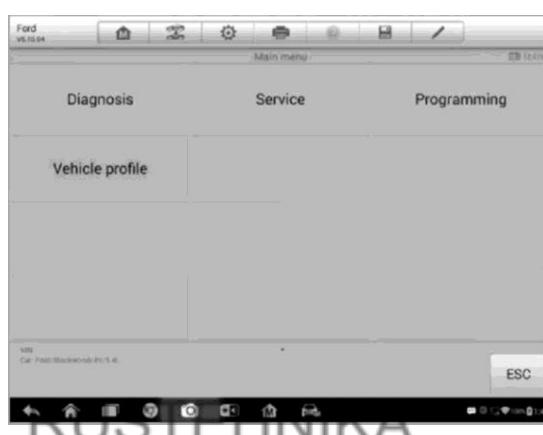

Рисунок 4-2 Пример окна диагностики автомобиля
5. Нажмите кнопку **Done [Готово]**. Автомобиль будет идентифицирован в течение нескольких секунд. После успешного сопоставления система откроет окно диагностики автомобиля. См. рисунок 4-2.
Окно диагностики автомобиля (см. рисунок 4-2) содержит два основных параметра.